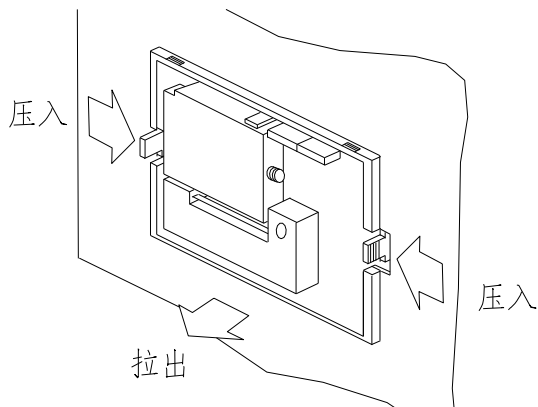

图 9-2
2) 从面板上取下整个打印机。请按图 9-2 所示用手指向内夹住打印机的两侧活动舌头，将整个打印机从监控设备面板上轻轻取下。**注意：在取下打印机之前，一定要确认已关断打印机的电源。**